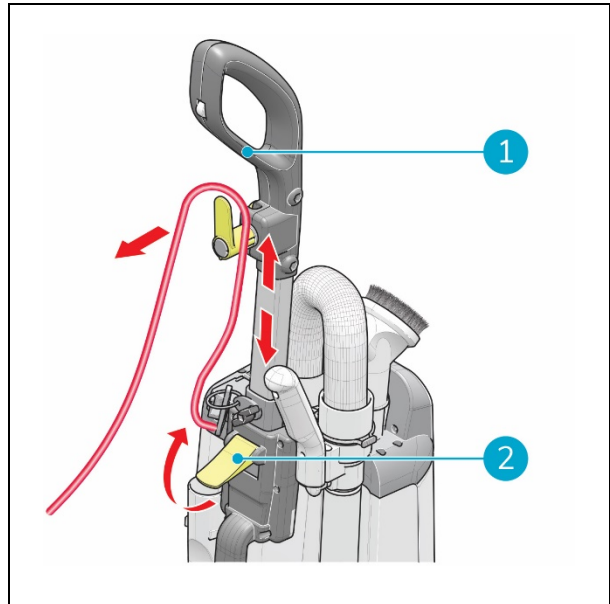

Figure 15
1. Libérez le loquet (Figure 15, pos. 2).
2. Choisissez une hauteur de poignée (Figure 15, pos. 1) confortable.
3. Fermez le loquet (Figure 15, pos. 2).